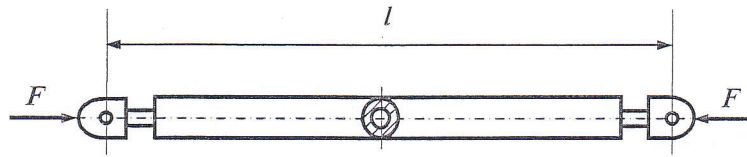

图 7
7、如图 7 所示圆截面连杆，承受轴向压力  $F=20.0 \text{ kN}$  作用。已知连杆外径  $D=38 \text{ mm}$ ，内径  $d=34 \text{ mm}$ ，杆长  $l=600 \text{ mm}$ ，材料为硬铝， $\lambda_0=0$ ， $\lambda_p=50$ ，中柔度杆的临界应力公式为  $\sigma_{cr}=372 \text{ MPa}-(2.14 \text{ MPa})\lambda$ 。稳定安全系数  $n_{st}=2.5$ ，试校核连杆的稳定性。(15 分)